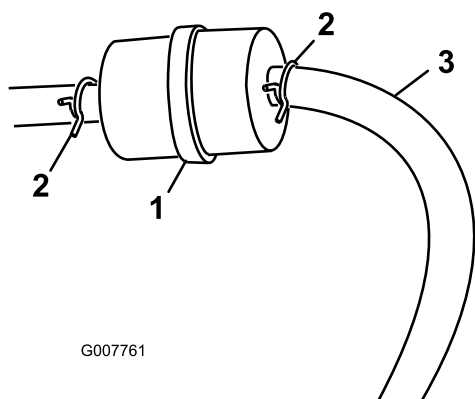

Рисунок 28
3. Сожмите концы шланговых хомутов и сдвиньте их с фильтра (Рисунок 28).
5. Установите новый фильтр и передвиньте шланговые хомуты ближе к фильтру (Рисунок 28).
3. Ослабьте шланговый хомут на топливном фильтре и отодвиньте его по топливному трубопроводу от фильтра (Рисунок 28).
4. Отсоедините топливный трубопровод от топливного фильтра (Рисунок 28).
Примечание: Дайте топливу стечь в канистру для топлива или сливной поддон (Рисунок 28).
5. Установите топливный трубопровод на топливный фильтр. Передвиньте шланговый хомут к топливному фильтру, чтобы закрепить топливный трубопровод (Рисунок 28).